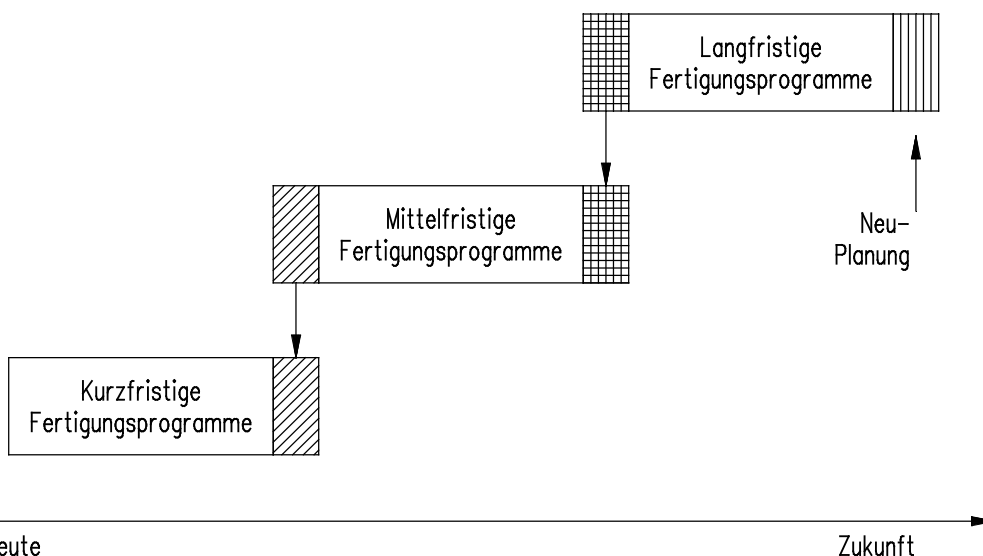

Abbildung 2 Prinzip der gleitenden Fertigungsprogrammplanung
- **Gleitende Programme** werden mit einer rollenden Planung erstellt. Zu festgelegten Zeitpunkten erfolgt für alle gültigen Fertigungsprogramme (langfristiges, mittelfristiges und kurzfristiges Fertigungsprogramm) eine Überprüfung und Korrektur. Dann erfolgt eine Überführung in die nächste Programmart. Dieses System kann für das gesamte Programm oder für einzelne Programmperioden angewendet werden und ist in Abbildung 2 dargestellt.